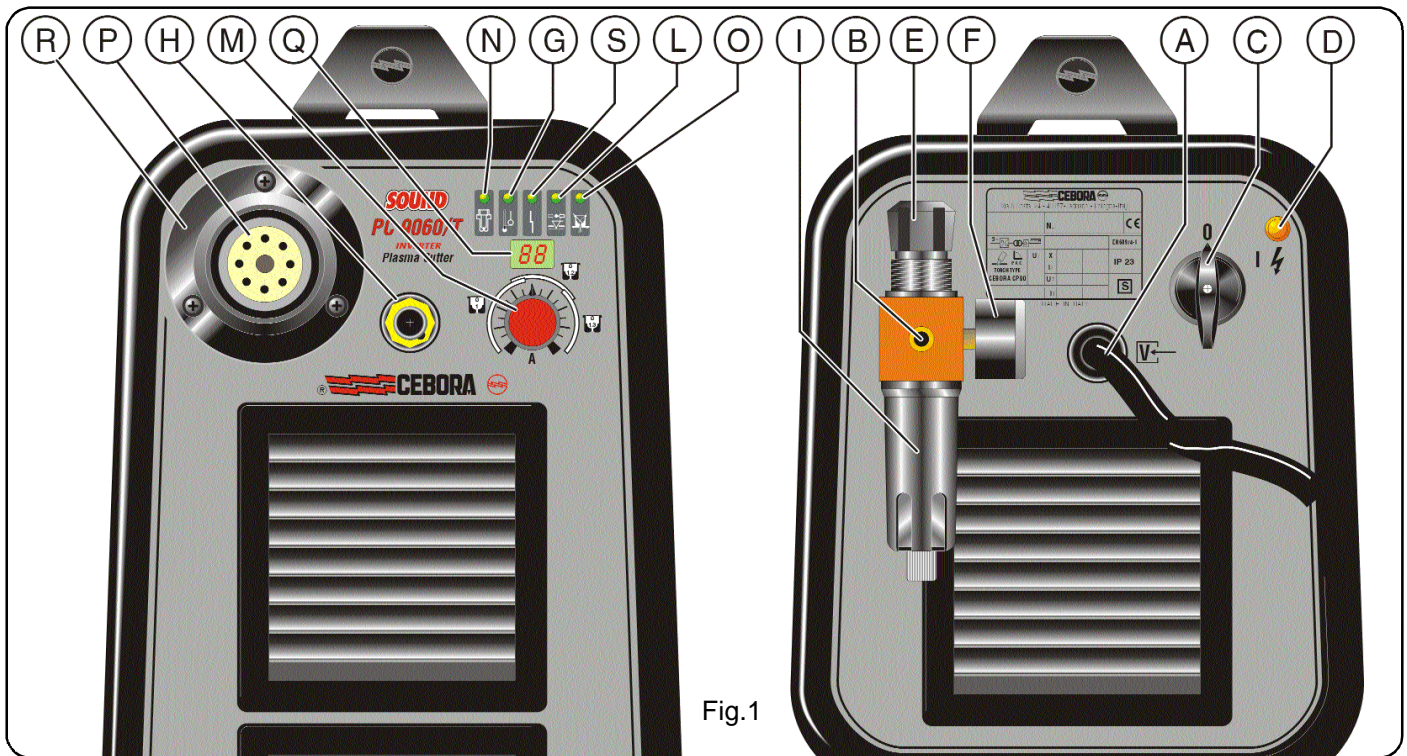

Fig.1
### 2.1 MONTAGGIO TORCIA (Fig. 1)
- 1) Per evitare sovraccarichi durante l'accensione dell'arco pilota e durante il taglio. E' evidenziata dall'accensione continua del led **G** (vedi fig.1).
- 2) Per evitare il funzionamento con temperatura ambiente inferiore a -20°C. E' evidenziata dall'accensione intermittente del led **G** (vedi fig.1).
Posta sull'alimentazione della torcia per evitare che la pressione aria sia insufficiente. E' evidenziata dall'accensione del led **L** (vedi fig.1).
2) Pone l'apparecchio in blocco a quando l'elettrodo raggiunge uno stato di usura tale da dover essere sostituito. Questa seconda funzione è evidenziata dall'accensione del led **N** (fig.1). Se interviene questa sicurezza spegnere l'apparecchio prima di sostituire l'elettrodo e l'ugello. (Solo per Art. 356).